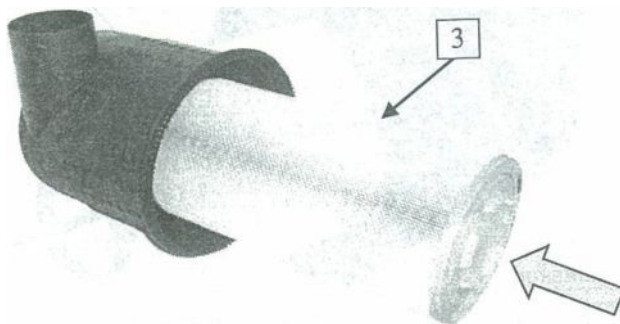

Рис. 3 Установка основного фильтрующего элемента
Аккуратно вставьте основной фильтрующий элемент (3) открытым концом в корпус фильтра. (Рис.3).